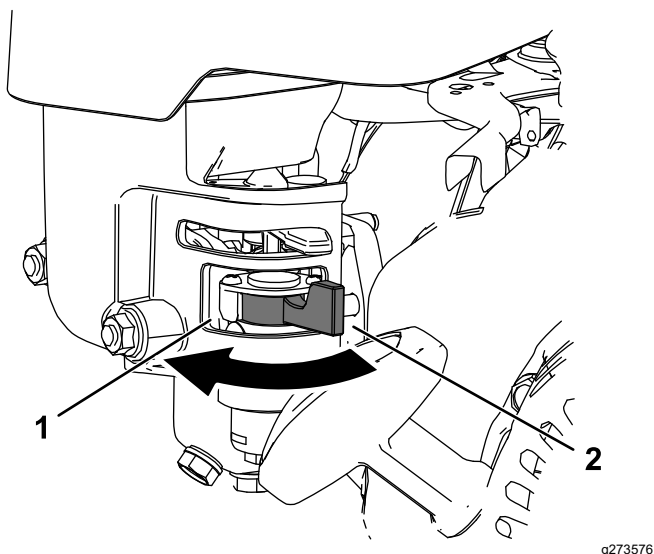

Рисунок 18
- Чтобы открыть топливный клапан, поверните рычаг отсечного топливного клапана в сторону рукоятки механического стартера (Рисунок 18).
- Чтобы закрыть топливный клапан, поверните рычаг отсечного топливного клапана в сторону от рукоятки механического стартера (Рисунок 18).